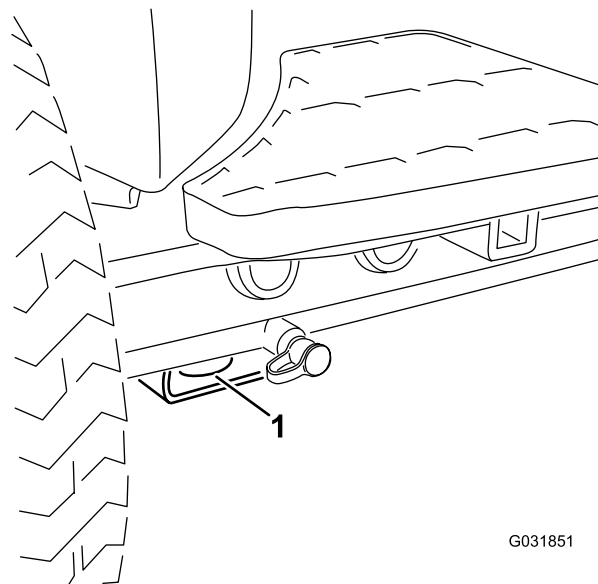

Figura 40
- Anteriore – Foro nel supporto rettangolare, sotto il tubo dell'assale, all'interno delle ruote anteriori (Figura 40).